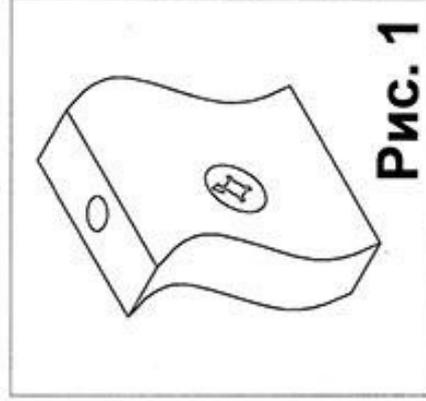

Рис. 1
1. Забить шканты (1) в торцевые отверстия диаметром 8 мм планок 3. Соединить планки 3 с боковинами 1 и 2. Фиксацию деталей произвести при помощи евроинтов (2). Вставить стяжки-растекс (5) в детали 1 и 2. (см. рис. 1), и шканты (1).
2. Закрутить в муфты полки 5 дубеля стяжек-растекс (4) и соединить ее с боковиной 1. Фиксацию стяжек-растекс (5) произвести путем поворота их по часовой стрелке.